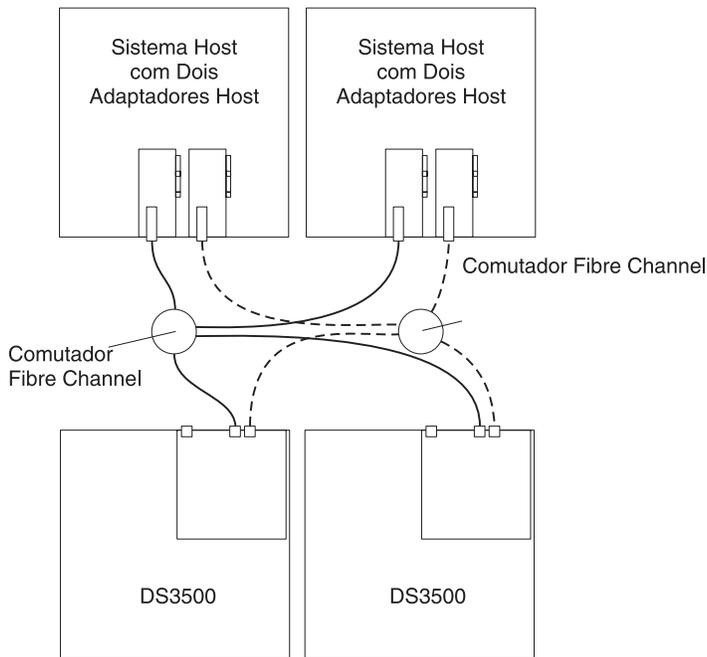

Figura 3-43. Exemplo de Dois Subsistemas de Armazenamento em um Ambiente SAN Fibre Channel Duplo
- Dois subsistema de armazenamento em uma configuração de malha SAN dupla, conforme mostrado na Figura 3-43 na página 3-36
Na Figura 3-43 na página 3-36, os comutadores Fibre Channel não são conectados juntos. Cada comutador forma sua própria malha SAN.